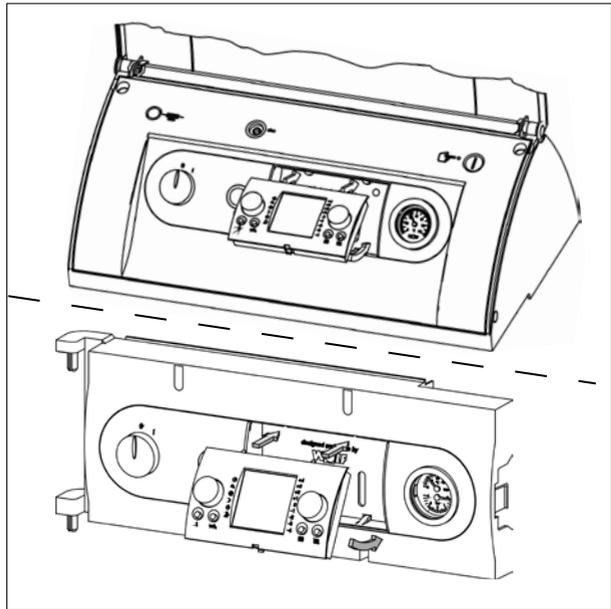

Fig. 4.9 Colocar el módulo de mando BM
- ▶ Ponga la rueda de selección de temperatura de la calefacción en el punto medio (5).
- ▶ Ponga la rueda de selección ACS en el punto medio (5).
- ▶ Extraiga el panel frontal (**Fig. 4.9**).